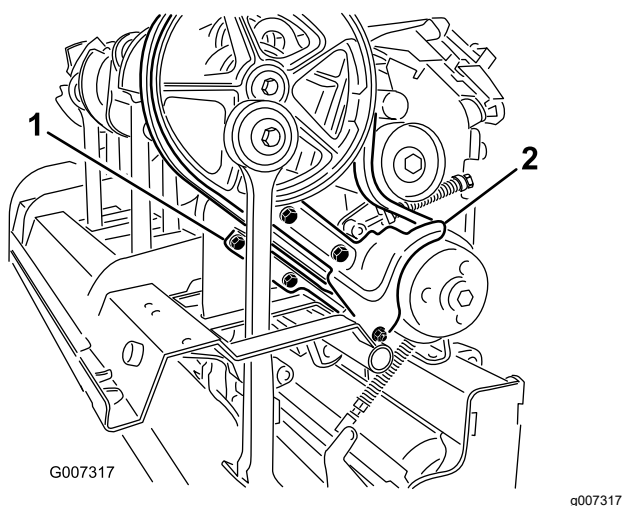

Рисунок 37
3. Снимите детали крепления грязезащитного щитка и нижнего щитка ремня (Рисунок 37). Снимите грязезащитный щиток и нижний щиток ремня.